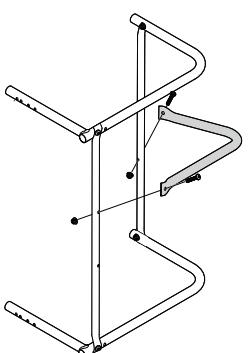

Figura 6
- Conecte el tubo de montaje de la ventilación de la bolsa a la estructura derecha usando dos tornillos de cabeza troncónica y dos tuercas hexagonales, como se ilustra en la Figura 6.